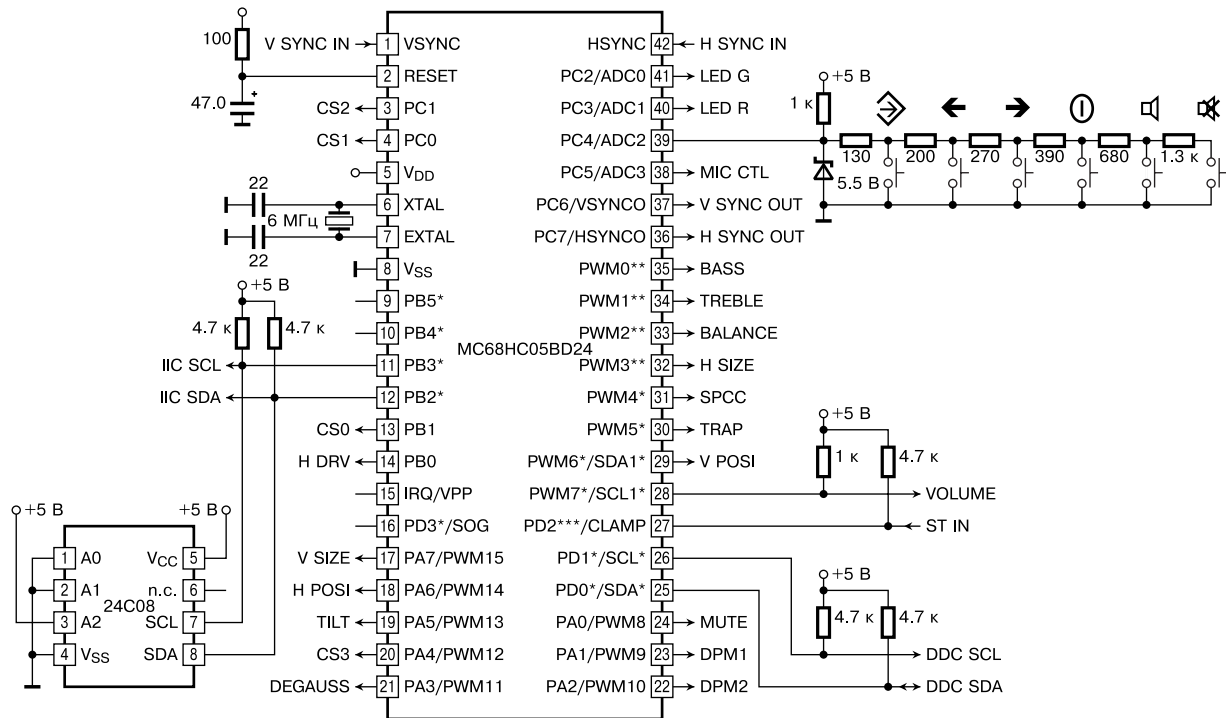

Рис. 2. Схема включения процессора
- контролирует настройки пользователя через OSD меню. Схема включения процессора приведена на рис. 2. Процессор синхронизации IC701 (TDA4858) содержит: